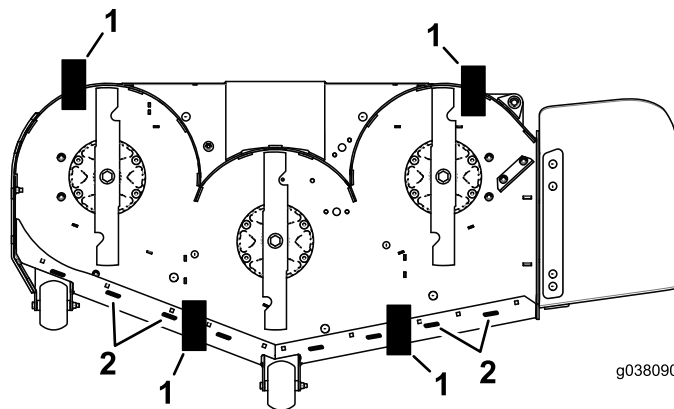

Figure 101
11. Placez une cale (voir le Tableau de hauteur de cale et d'inclinaison) sous le bord arrière de la jupe du tablier de coupe de chaque côté du tablier de coupe (Figure 101).